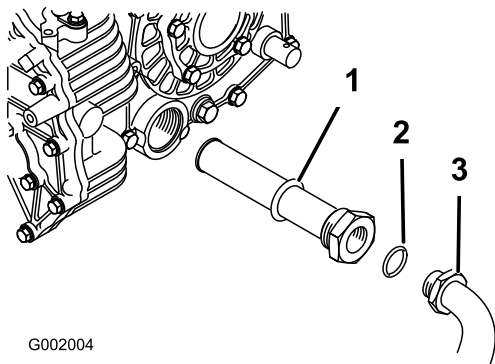

Figure 39
5. Déposez le flexible hydraulique et le raccord à 90° (Figure 39).